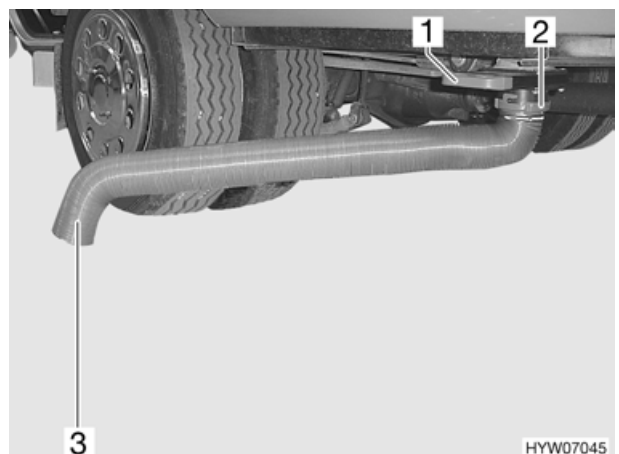

Fig. 93 Tubo fecale
- Estrarre il tubo fecale (Fig. 93,3) dal tubo pressostatico a destra in basso nella parte posteriore.
- Collegare il tubo fecale con l'attacco a baionetta (Fig. 93,2) sul serbatoio fecale.
- Tirare la leva (Fig. 93,1). Le feci saranno scaricate. In caso di necessità sciacquare la toilette più volte.